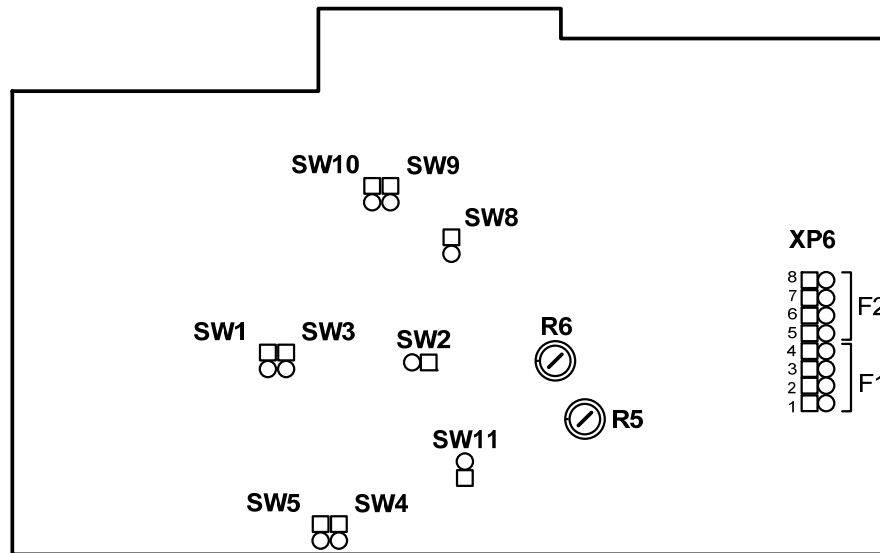

Рисунок 1 – Расположение режимных переключателей на плате ППСЦ-В
- пользуясь чертежом размещения переключателей (рисунок 1), установите по таблице 4 с помощью перемычек необходимый режим работы ППСЦ-В.